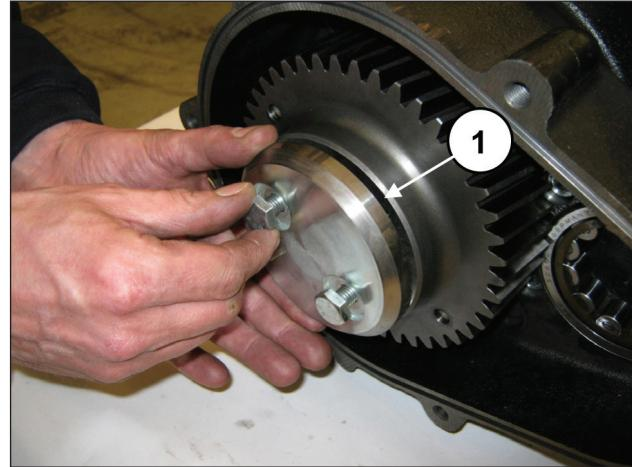

Рис. 78
Закрепите фиксатор зубчатого венца (поз. ①, Рис. 78) с помощью 2 винтов M10x25.